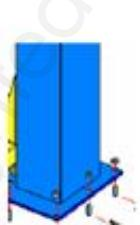

Fig. 4
- Quand les trous sont forés, enlevez soigneusement les débris et la poussière, et assurez-vous que les colonnes restent bien sur les cercles préalablement dessinés à la craie (**fig. 4, 5, 6**).